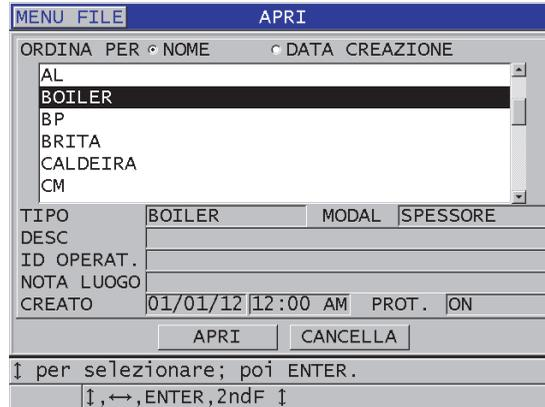

Figura 11-16 Apertura di un file
3. Nella schermata **APRI** (vedere Figura 11-16 a pagina 209):